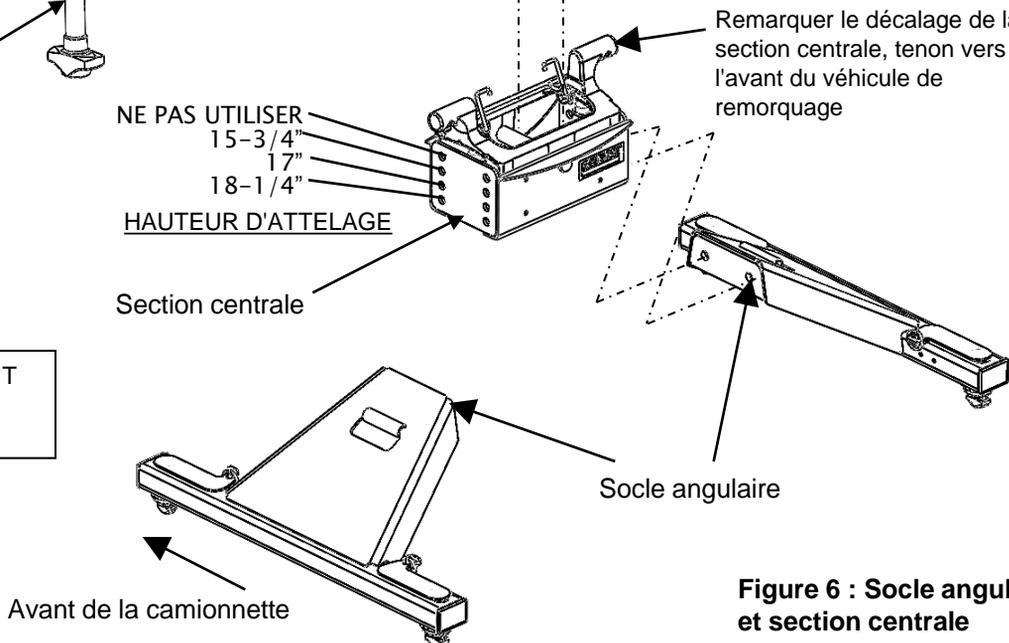

Figure 6 : Socle angulaire et section centrale
1. Vérifier que tous les composants énumérés à la Figure 6 se trouvent dans la boîte et se familiariser avec leur terminologie. La section centrale, les socles angulaires et les ancrages ont peut-être été assemblés lors de l'emballage. Si ces composants sont déjà assemblés, commencer à l'Étape 5. Utiliser cette section si le montage doit être ajusté dans le futur.
2. Monter sans trop serrer les deux socles angulaires à la section centrale à l'aide de boulons hexagonaux 5/8-11 et de rondelles freins (Figure 6).
NOTE B : La position avant/arrière de la tête par rapport à l'essieu du véhicule de remorquage peut être ajustée de 1 1/2 po selon la position de la section centrale (Figure 6). La section centrale doit être placée de façon que les tenons soient décalés vers l'avant du véhicule.